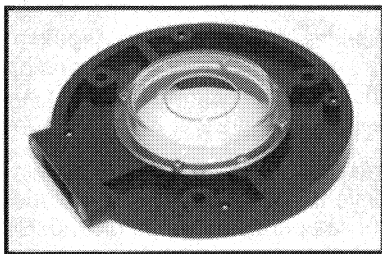

Fig. 2
1. Utilice cuatro tornillos No. 4-40 x 1/4" (del paquete de tornillería) para montar la cubierta transparente en la parte superior de la base de aspiración (ver la Fig. 2).